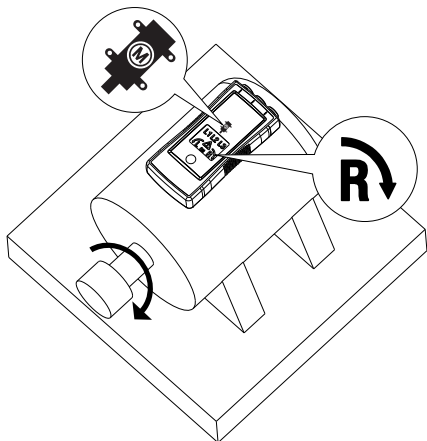

Figure 2 : Rotation moteur
2. Positionnez le PRM-6 sur le moteur afin qu'il soit parallèle à la longueur de l'arbre du moteur. Le capteur du testeur doit être au centre du bobinage du moteur. Le testeur doit être aussi proche que possible du moteur. Voir Figure 2.